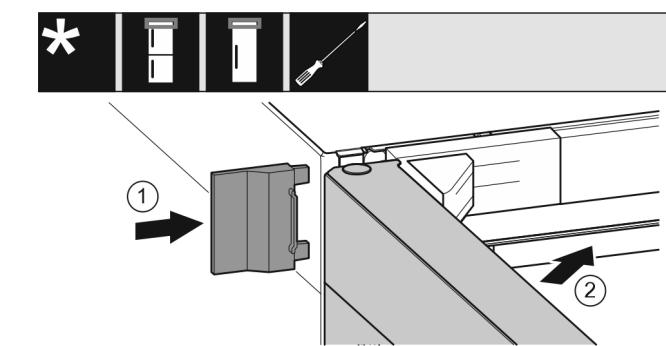

Fig. 23
- Nataknite vanjski pokrov. Fig. 23 (1)
- Zatvorite gornja vrata. Fig. 23 (2)